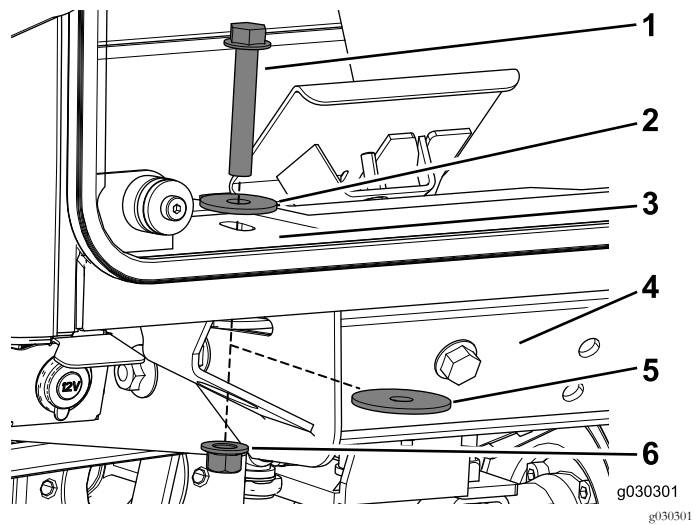

Figure 20
7. Utilisez un boulon ($\frac{1}{2}$ x 3 po), une rondelle de butée, une grande rondelle et un contre-écrou pour fixer la cabine sur les supports avant sur la machine (Figure 20).